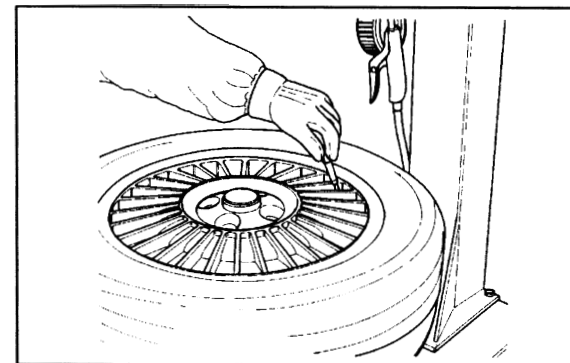

Рис. 22
**А.** Снимите все балансировочные грузы. Выверните вентиль и удалите из шины воздух (рис. 22).